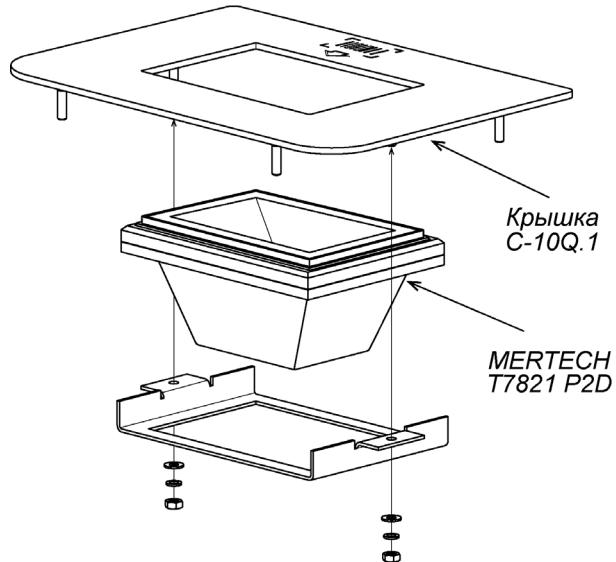

Рисунок 30. Боковая крышка **PERCo-C-10Q.1** со сканером штрихкода **Mertech T7821 P2D**
6. Боковая крышка **PERCo-C-10Q.1** предназначена для установки в турникет считывателя штрихкода **Mertech T7821 P2D**. Сканер поставляется в комплекте с крышкой. Крышка исполнена из нержавеющей стали, сканер штрихкода встраивается непосредственно в боковую крышку (см. рис. 30), крепеж входит в комплект поставки боковой крышки.